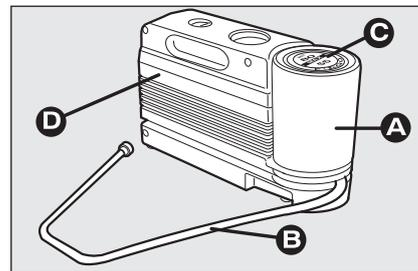

fig. 1
Le kit **fig. 1** comprend:
- un compresseur **D-fig. 1** muni d'un manomètre et de raccords, trouvable dans le compartiment;